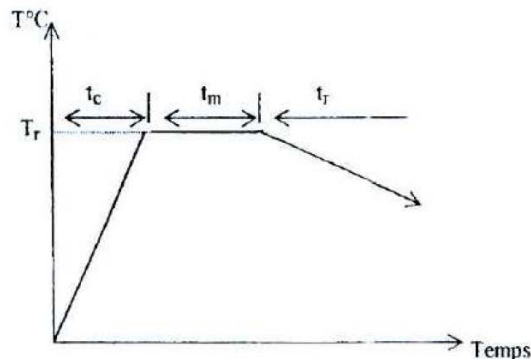

Figure 6 : Le cycle thermique d'un recuit
- Un refroidissement très lent généralement à l'air calme. La vitesse de refroidissement doit être inférieure à la vitesse critique de recuit, voir (figure 6).